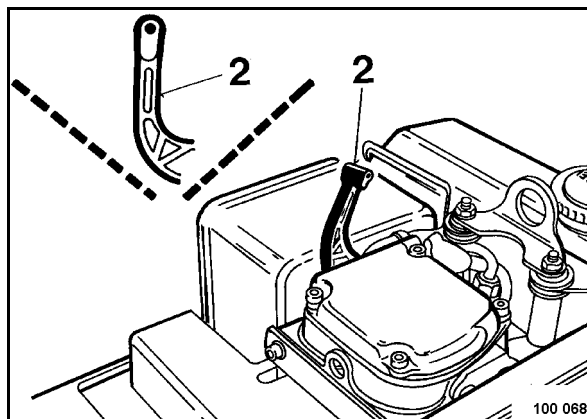

Рис. 64
- Декомпрессионный рычаг (2) (Рис. 64) должен находиться в исходном положении.